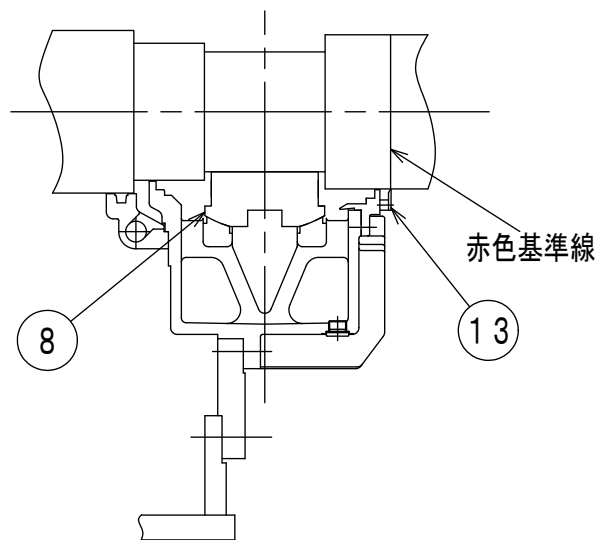

図13-10
(1) 下半部軸受ハウジングの組立
(2) 軸受下半部の組立
ここで直結側ハウジング下半部に取り付けられている⑬マグネチックセンターゲージが、主軸の赤色基準線と一致していることを確認する。(図13-10参照)